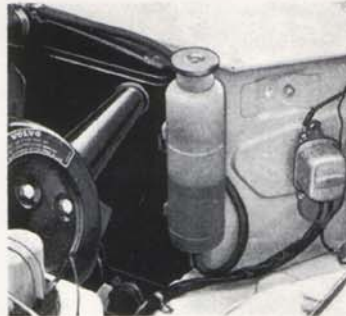

Bild 59. Expansionstank
3. Kontrollera att kylvätskenivån ligger mellan max.- och min.-strecket på expansionstanken (bild 59).